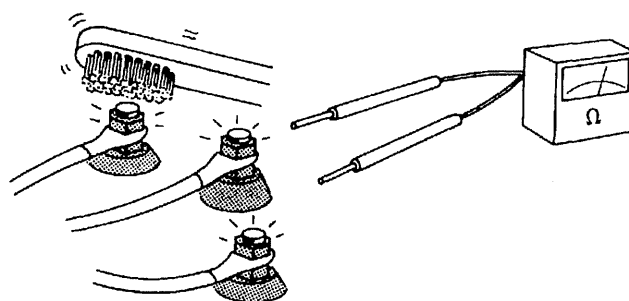

図2-7 巻線抵抗測定方法
- (2) 巻線抵抗測定の際は端子部を良く清掃して測ってください。そうしないと、端子部での接続不良による誤差がでてしまいます。何度か測り直して正しく計測されているかどうか確認してください。(図2-7参照)